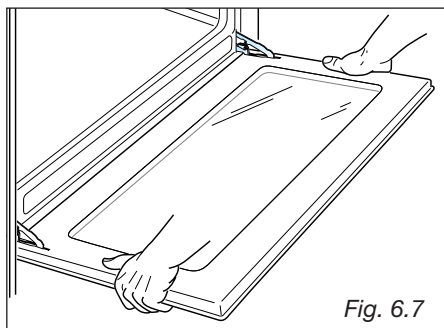

Fig. 6.7
- Sujete la puerta como se muestra en la Fig. 6.7.